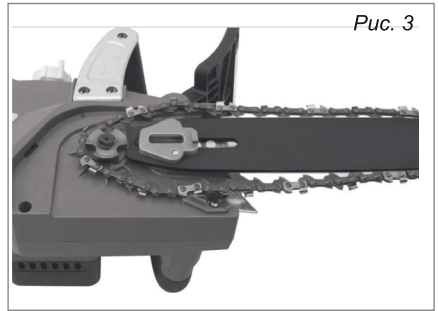

Рис. 3
3. Установите направляющую планку с удлиненным отверстием на болт-шпильку и направляющий болт на бензопилу. Обмотайте пильную цепь вокруг цепного колеса (Рис. 3).